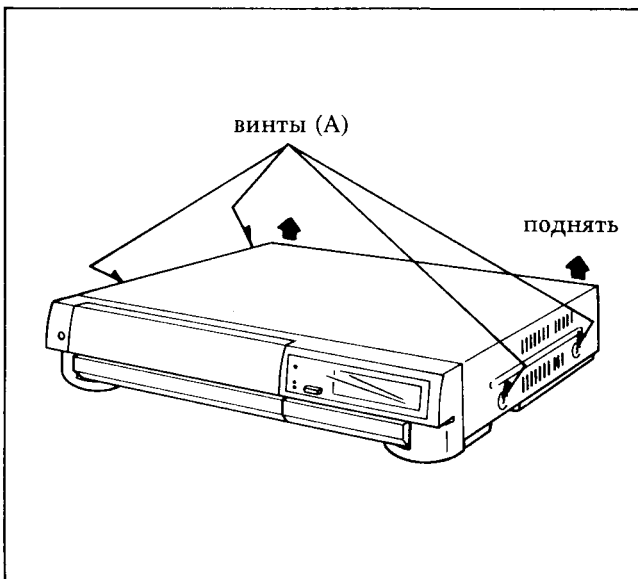

Рис. V1
2. Отвинтить 4 винта крышки корпуса и снять ее and (рис. V1).